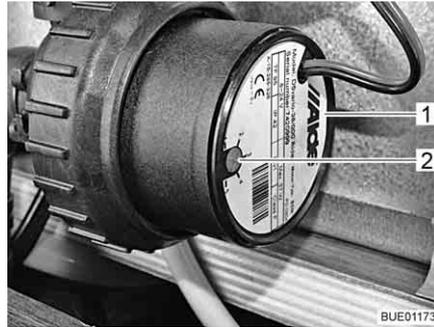

Bild 132 Drehzahlreduzierung
Mit dem Drehregler (Bild 132,2) kann die Drehzahl der Umwälzpumpe eingestellt werden. Bei reduzierter Drehzahl verringern sich die Laufgeräusche der Pumpe.
Der Drehregler befindet sich an der Umwälzpumpe (Bild 132,1).
- Den Drehregler (Bild 132,2) gegen den Uhrzeigersinn drehen. Die Leistung ist verringert.